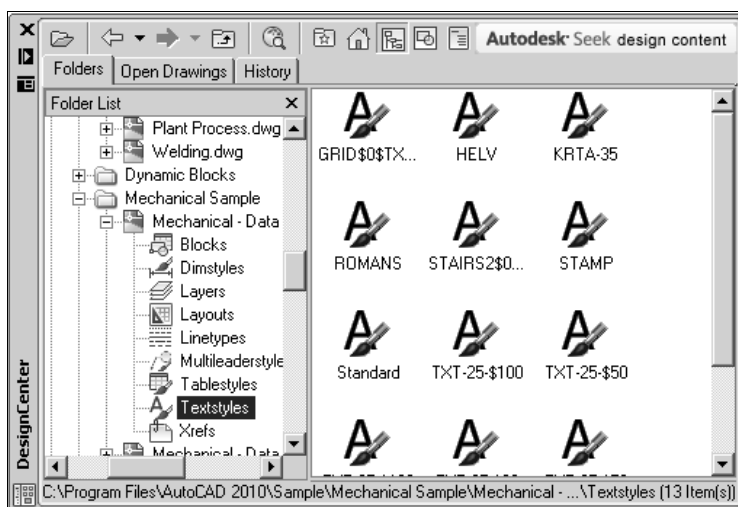

Рис. 11.6. Список текстовых стилей чертежа в зоне содержимого
3. Раскроется список текстовых стилей, которые содержатся в этом файле (рис. 11.6).